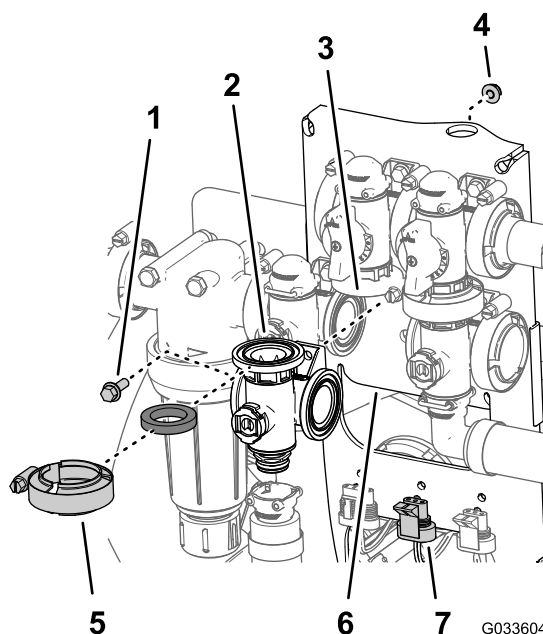

図 127
1. 攪拌バイパスバルブのフランジ、ガスケット、攪拌バイパスバルブのフランジを、整列させる 図 127。
9. 攪拌バルブをバルブマウントに組み付ける; フランジヘッドボルトとフランジロックナット 図 127 はステップ 3 攪拌マニホールドバルブの取り外し (ページ 76) で取り外したものを使用し、ボルトとナットを 10-12 N·m 1.0-1.2 kg/cm² = 90-110 in-lb にトルク締めする。